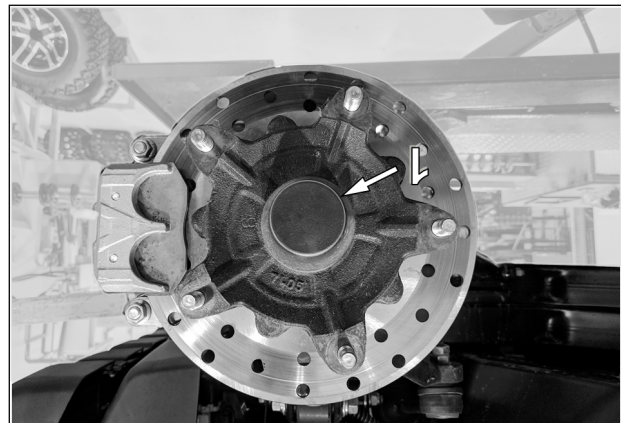

Fig. 17
ATTENTION : Retirer le protecteur en caoutchouc du moyeu (1). Voir la Fig. 17